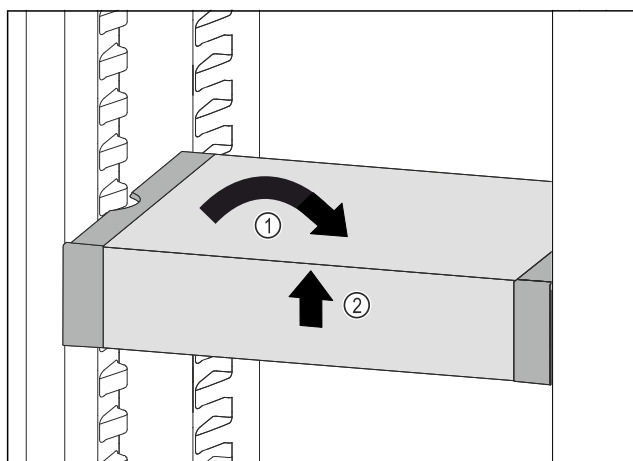

Fig. 134
- Plasser VarioSafe rett. Fig. 134 (1)
- Løft VarioSafe opp i forkant. Fig. 134 (2)